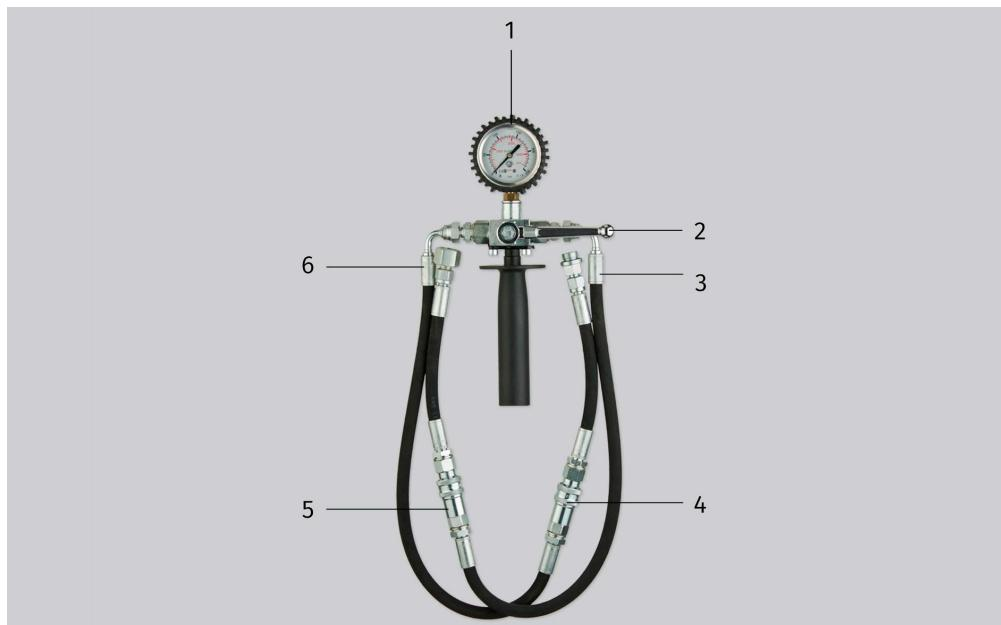

Рисунок 1. Общий вид тестера
Тестер состоит из следующих основных элементов (рис. 1):
- Тест №1. Установите кран 2 (рис. 1) в положение **S**. Измерьте давление в гидросистеме автомобиля.